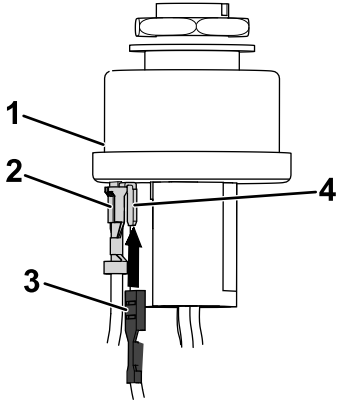

Bild 18
3. Verbinden Sie den Kabelschuh des Maschinenkabelbaums mit dem Abzweigverbinder des Kabelbaumadapters (Bild 18).